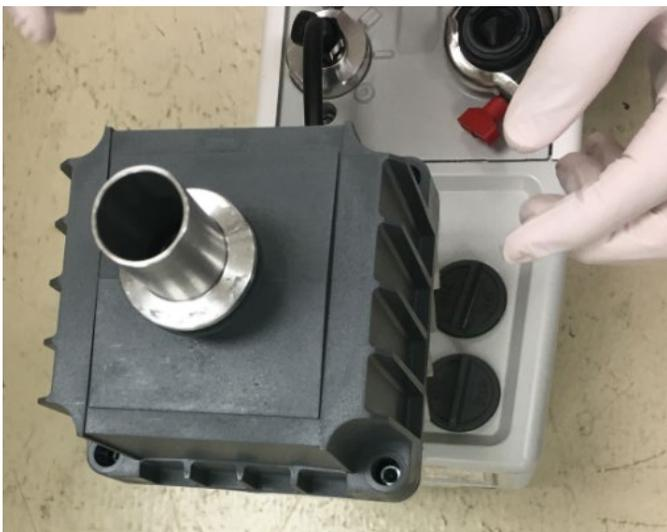

Figure 32 : installation de l'adaptateur supérieur au filtre à brouillard d'huile
- 12) Ajoutez l'adaptateur supérieur. Reportez-vous à la Figure 32.